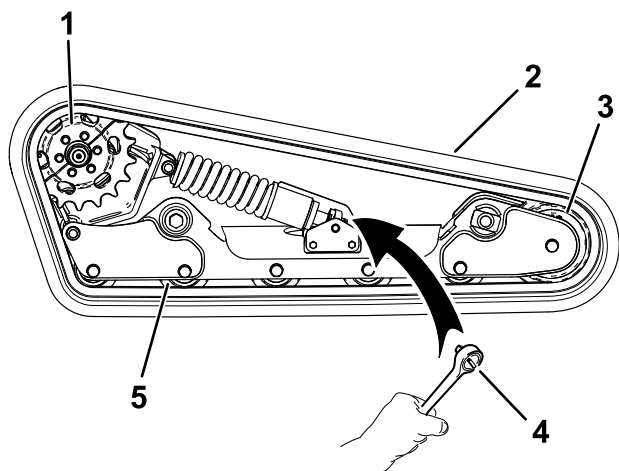

Рисунок 61
- Используя ключ с храповым механизмом на  $\frac{1}{2}$  дюйма, ослабьте натяжение привода, вращая натяжной винт по часовой стрелке (Рисунок 57 и Рисунок 61).
- Отверните 3 зажимных болта на той половине ведущего колеса, которая не вошла в зацепление с гусеницей (Рисунок 61).
- Проложите новую гусеницу вокруг переднего катка, затем вокруг ведущей ступицы на стороне, где снято ведущее колесо (Рисунок 61).
- Протолкните гусеницу под опорные катки и одновременно между ними и проложите ее вокруг рамы (Рисунок 61).